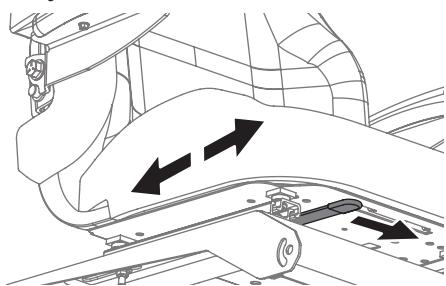

Figure 18
3. Relâchez le levier. Assurez-vous que le siège est bien dans la bonne position et bloqué avant d'utiliser l'appareil (Figure 18).